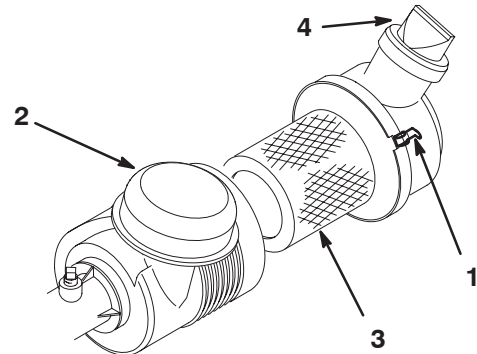

Bild 31
Prüfen Sie den Körper des Luftfilters auf Schäden, die eventuell zu einem Luftleck führen könnten. Stellen Sie sicher, dass der Staubdeckel fest am Luftfilter anliegt. Ersetzen Sie einen defekten Luftfilterkörper. Drücken Sie das Ventil (Bild 31) vor jeder Verwendung, um Staub und Fremdkörper zu entfernen. Warten Sie den Luftfilter alle 100 Stunden.
3. Lösen Sie den Luftfilterriemen, mit dem die Luftfilterabdeckung am Luftfilterkörper befestigt ist (Bild 31), und nehmen Sie die Abdeckung vom Körper ab.
3. Setzen Sie die Abdeckung auf. Das Ventil sollte nach unten zeigen. Befestigen Sie dann die Riemen (Bild 31).